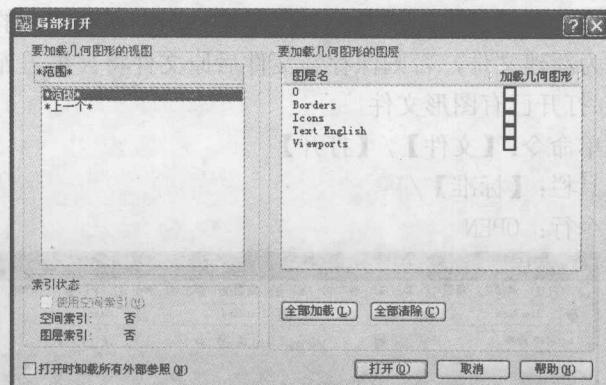

图 1-12
(2) 单击打开右侧的 $\square$ 按钮，在下拉选项中选择“局部打开”，弹出如图 1-12 所示“局部打开”的对话框。用户可在“要加载几何图形的视图”列表框中选择需要打开的图层，然后单击 $\text{打开}(\text{O})$   $\square$ 按钮。这样 AutoCAD 2008 将只显示所选图层上的实体，而那些未被选择的图层上的实体将不被显示出来，用户也无法对它们进行操作。同样，也可利用对话框左边的“要加载集合图形的视图”列表框，选择打开图形文件时所在的视窗。